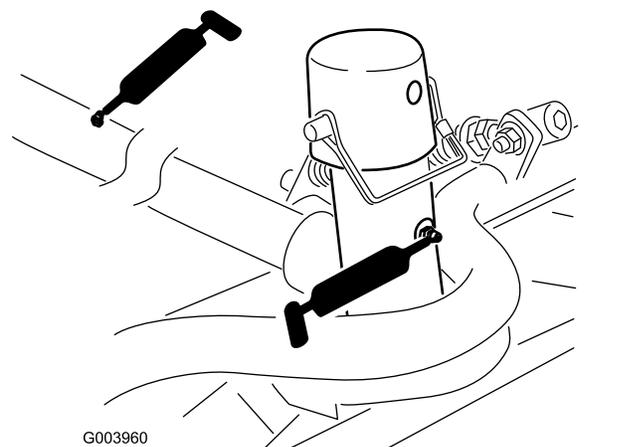

Figura 74
- Telaio portante e perno dell'apparato di taglio (2 cad.) (Figura 74)